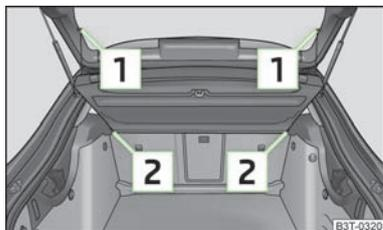

Fig. 69
- > Sganciare i nastri di ritengo **1** » fig. 69.